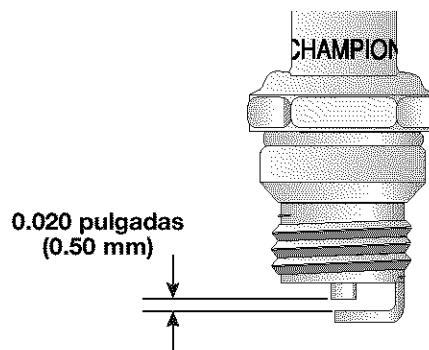

Fig. 18
Use una bujía Champion RDJ7Y (o similar). La separación correcta de aire es **0.020 pulg. (0.50 mm)**. Saque la bujía cada **25 horas** de operación e inspeccione su condición (Fig. 18).
- Fije la separación de aire en **0.020 pulg. (0.50 mm)** con una galga de alambre (Fig. 18). Instale una bujía de encendido con la separación adecuada en la cabeza del cilindro. Ajústela a **110-120 pulg.·libras (12.3-13.5 N·m)**.